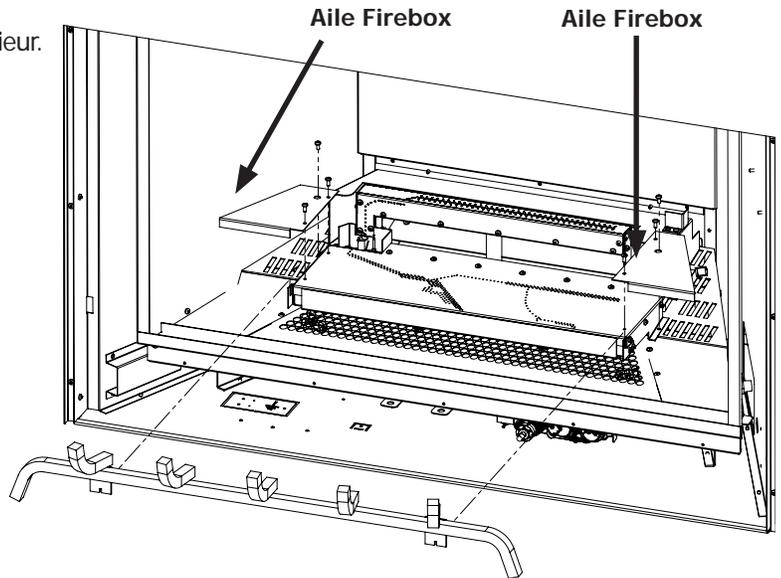

Figure 10. Enlèvement du Brûleur Avant
6. Retirez les deux vis fixant le T-20 avant-scène pan (voir Figure 10). Si nécessaire, il y a 4 T-20 vis qui maintiennent le brûleur ailes pour le brûleur qui peut être retirée pour faciliter l'accès aux deux vis T-20. Une fois la vis enlevées soulever pour retirer.